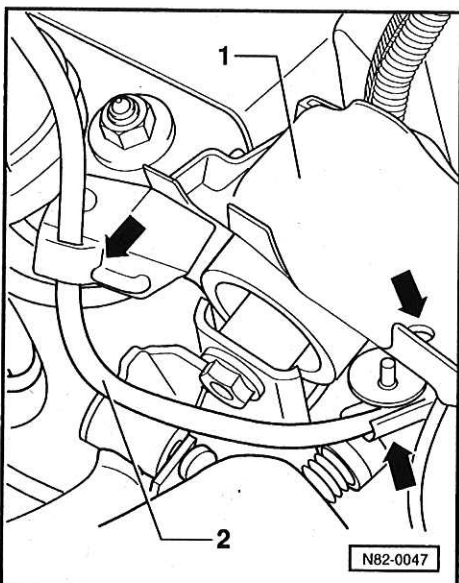

Fig. 2 Fixation de la conduite de carburant dans le compartiment-moteur
- ♦ Fixation dans le compartiment-moteur ⇒ fig. 2